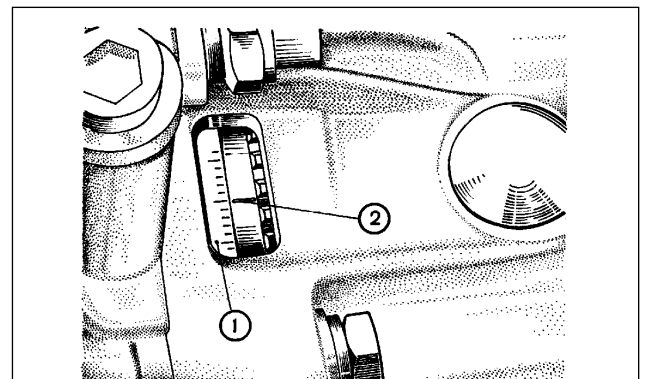

Abb. 2-63. Marken zum Bestimmen des oberen Totpunktes von Kolben der 1. und 4. Zylinder
- die Kurbelwelle an der Schraube für die Generatorkeilriemenscheibe im Uhrzeigersinn so drehen, bis die in der Öffnung im Kupplungsgehäuse sichtbare Schwungradmarke (Abb. 2-63) gegenüber dem mittleren Skalenstrich liegt. Die Marke B auf dem
Den Schalthebel in die Mittelstellung bringen. Die Kurbelwelle im Uhrzeigersinn so drehen, daß die in der Öffnung im Kupplungsgehäuse sichtbare Schwungradmarke (Abb. 2-63) gegenüber dem mittleren Skalenstrich liegt. Die Marke B (Abb. 2-62) auf dem Nockenwellenzahnrad muß dabei gegenüber der Einstellmarke A auf der hinteren Zahnriemenabdeckung liegen.
Die Kurbelwelle um zwei Umdrehungen im Uhrzeigersinn drehen und die Übereinstimmung der Einstellmarken A und B (Abb. 2-62) prüfen. Es ist auch zu prüfen, ob die Schwungradmarke gegenüber dem mittleren Skalenstrich liegt (Abb. 2-63).
Die Kurbelwelle zweimal umdrehen und die Übereinstimmung der Marken A und B (Abb. 2-62) sowie der Schwungradmarke und des mittleren Skalenstrichs (Abb. 2-63) prüfen.